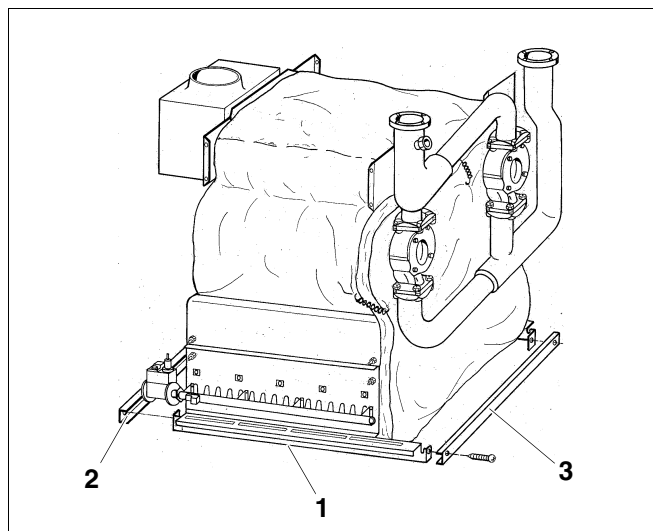
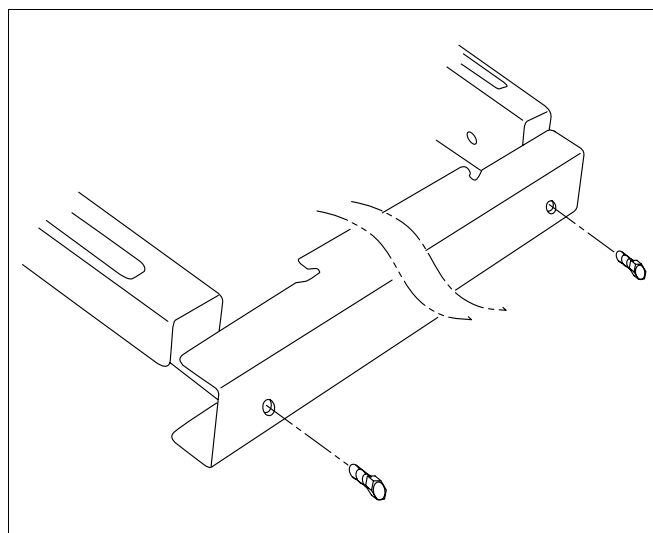

Fig. 48 Montage de la plinthe transversale
Fig. 49 Plinthe transversale - Vue de dessus
- Fixer la plinthe transversale (fig. 48, **pos. 2 et 3**) sur l'avant et l'arrière de la plinthe longitudinale (fig. 48, **pos. 1**) à l'aide de vis à tête plate 3,9 x 9,5. Face avec encoches vers le haut (fig. 49).
Légende pour fig. 48